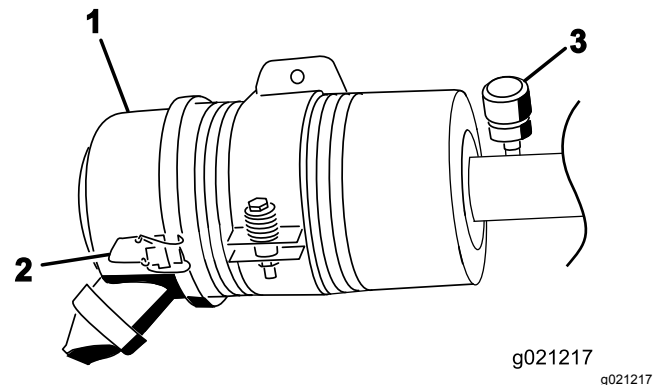

Bild 57
Warten Sie den Luftfilter nur, wenn die Wartungsanzeige dies angibt (Bild 57). Das frühzeitige Auswechseln des Luftfilters erhöht nur die Gefahr, dass Schmutz in den Motor gelangt, wenn Sie den Filter entfernen.
1. Lösen Sie die Laschen, mit denen die Abdeckung am Luftfilterkörper befestigt ist (Bild 57).